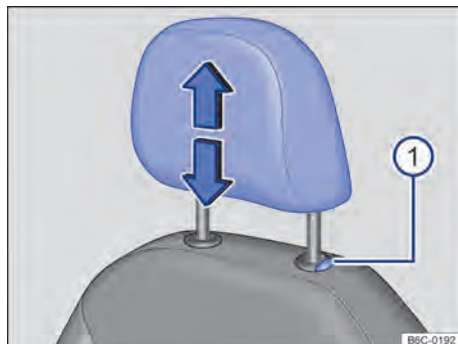

Fig. 66 Apoio para cabeça dianteiro: desinstalar.
- Retirar o apoio para cabeça com o botão → Fig. 66 ❶ pressionado. ▶
- Empurrar o apoio para cabeça totalmente para baixo com o botão → Fig. 66 ① pressionado.